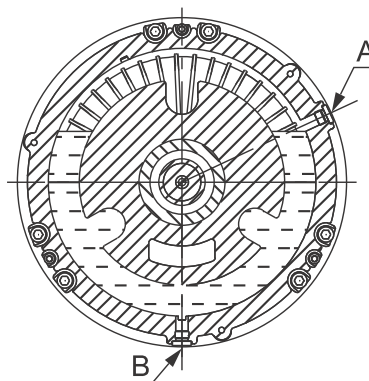

Рис. 7 Насос SL, вид сверху
1. Разместите насос горизонтально. Пробка В должна быть закрыта и направлена вниз. Наливайте жидкость для электродвигателя в корпус уплотнения насоса через отверстие А до тех пор, пока уровень жидкости не достигнет указанного на рис. 7.